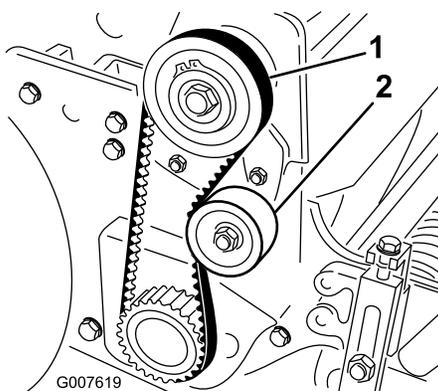

Bild 29
2. Prüfen Sie die Spannung. Bringen Sie hierfür eine Kraft von 1,8 bis 2,3 kg in der Mitte zwischen den Riemscheiben an (Bild 29). Der Riemen muss sich 6 mm durchbiegen lassen.
- A. Lösen Sie die Befestigungsmutter der Spannscheibe und drehen Sie die Spannscheibe nach rechts gegen die Rückseite des Riemen, bis Sie die gewünschte Riemen Spannung erzielt haben (Bild 29).